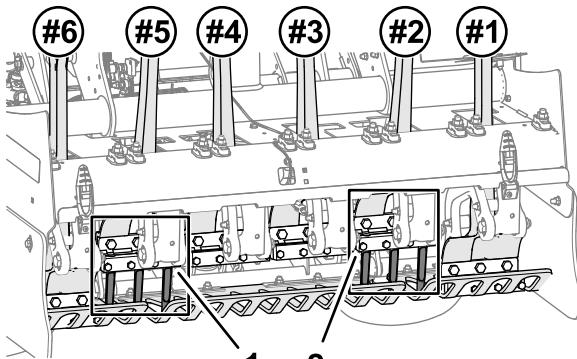
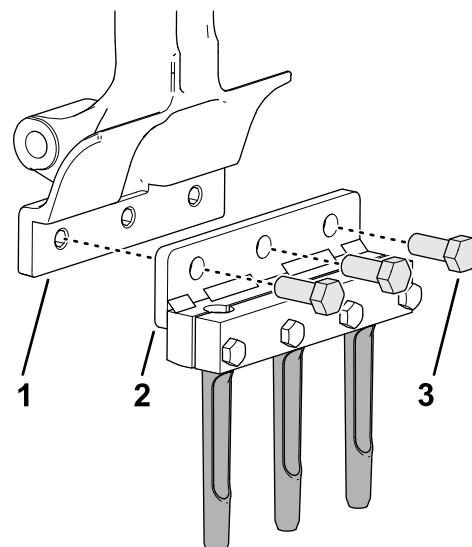

Bild 42
Bild 43
1. Befestigen Sie den Tines-Halter und die Tines mit drei Schrauben ($\frac{1}{2}'' \times 1\frac{1}{4}''$) lose am Tines-Arm Nr. 2 (Bild 42 und Bild 43).